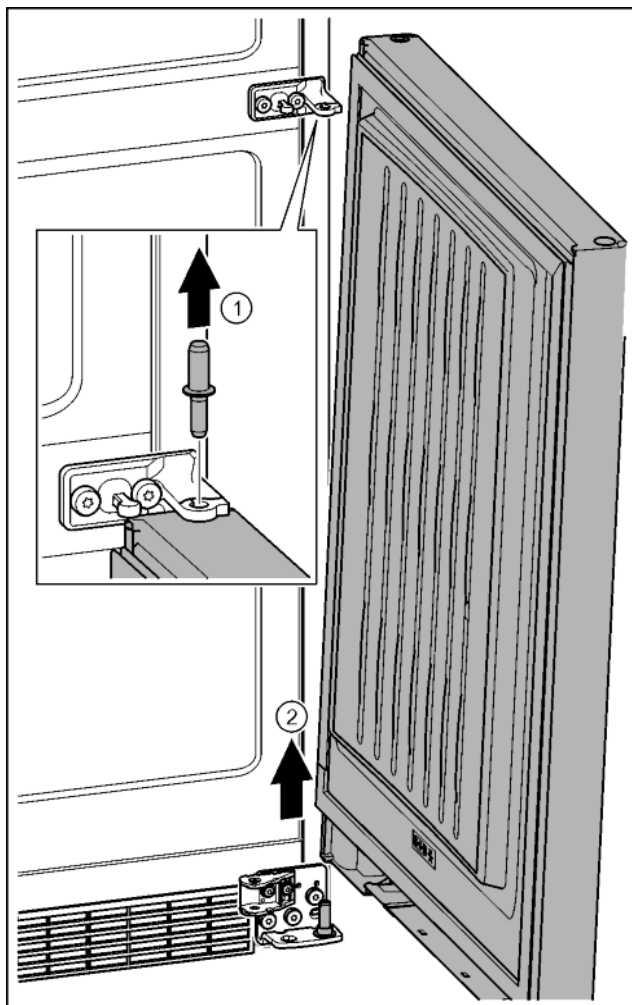

Fig. 25
- ▶ Čep vytáhněte nahoru. *Fig. 25 (1)*
- ▶ Dveře vysadíte, vytáhněte nahoru a odložte stranou. *Fig. 25 (2)*